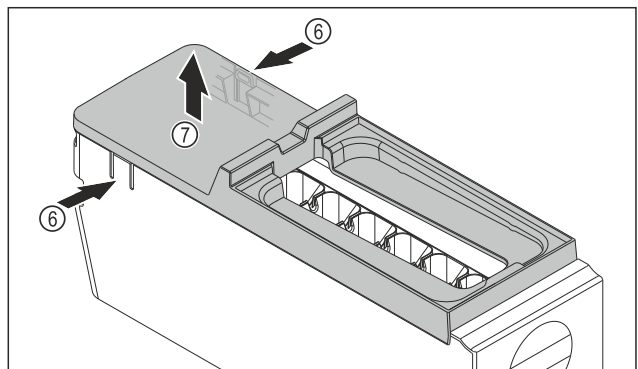

Fig. 243
- Heqja e kapakut mbulues të kutisë EasyTwist-Ice: Shtypni me një dorë gjuhëzat Fig. 243 (6) në të dyja anët e kutisë EasyTwist-Ice.
- Hiqni nga lart kapakun mbulues Fig. 243 (7) me dorën tjetër.